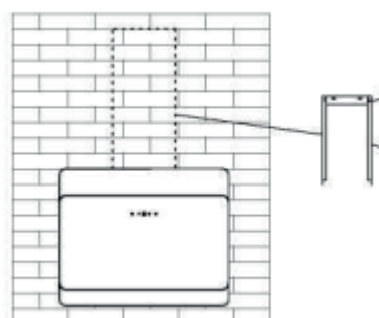

Рис. 3
5. Встановіть зовнішній димохід і зафіксуйте його тримачем димоходу. Рис. 3.